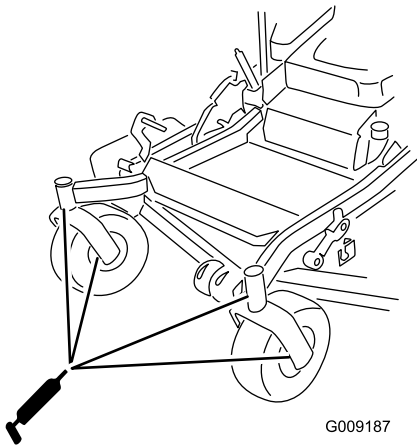

Figure 47
12. Remettez le bouchon hexagonal et le capuchon antipoussière en place (Figure 47).